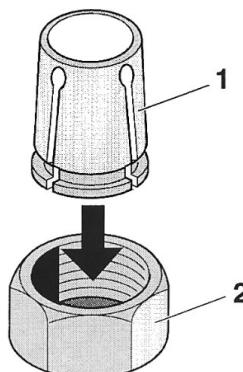

Fig. 6
Spannzange 1 (Fig. 6) nur mit eingerasteter Überwurfmutter (2) in den Aufnahmekonus der Hauptspindel einführen.
1. Spannzange 1 (Fig. 6) zuerst in die Überwurfmutter (2) eindrücken.
The clamping chuck 1 (Fig. 6) must only be inserted into the tapered seat in the main spindle with the spigot nut (2) attached.
1. Press the clamping chuck 1 (Fig. 6) first into the spigot nut (2).
N'introduire la pince 1 (fig. 6) dans le cone de la broche qu'avec l'écrou-raccord (2) encastré.
1. Introduire tout d'abord la pince 1 (fig. 6) dans l'écrou-raccord (2).
Introdurre la pinza 1 (fig. 6) solo con il dado a risvolto innestato (2) nel cono d'attacco del mandrino.
1. Far prima innestare la pinza 1 (fig. 6) nel dado a risvolto (2).